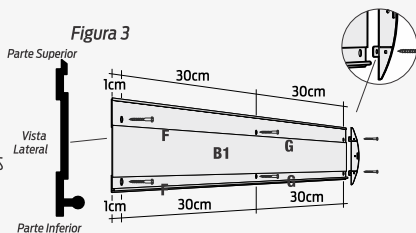

Figura 3
**2** Utilizando la propia base de fijación (B1) como escantillón, haga los agujeros en la altura deseada, respetando la distancia máxima de 30 cm entre los puntos de fijación conforme figura 3.